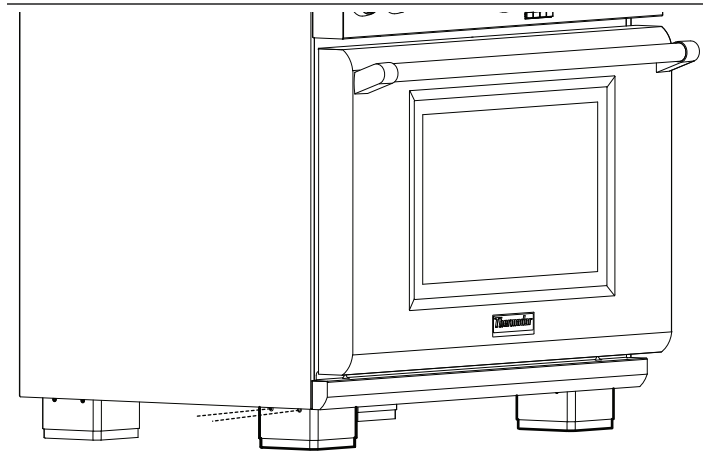

Figura 28: Cubiertas de patas muescas extruidas
1. Quite las cubiertas de las patas deslizando la pieza exterior de la cubierta de la pata hacia abajo, desenganchando las muescas extruidas de la base de aluminio (vea la Figura 28).